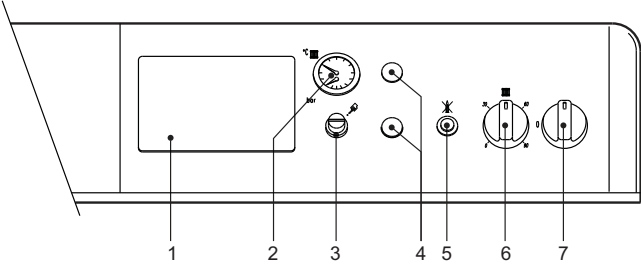

рис. 1 - Панель управления
- Переведите выключатель котла "7" в положение 1 (рис. 1).
Повернув ручкотку **6** на рис. 1 по часовой стрелке, температура воды в системе отопления повышается и наоборот. Температуру воды в системе отопления можно регулировать в пределах от 30° до 90°. Однако не рекомендуется эксплуатировать котел при температуре ниже 45°.
Задайте с помощью термостата температуры воздуха в помещении нужную температуру внутри помещения. При поступлении команды от комнатного термостата котел включается, обеспечивая нагревание воды в системе отопления до температуры, заданной регулирующим термостатом **6** di рис. 1. При достижении в помещении желаемой температуры котел выключается.